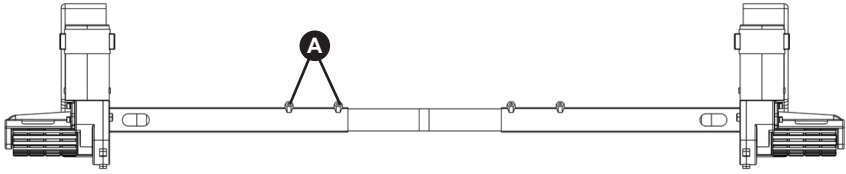
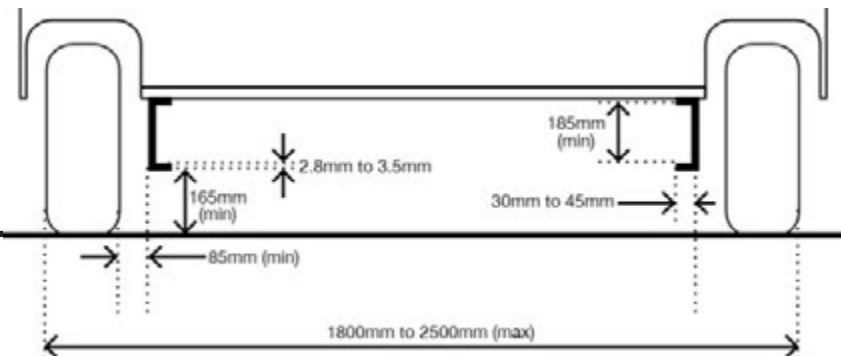
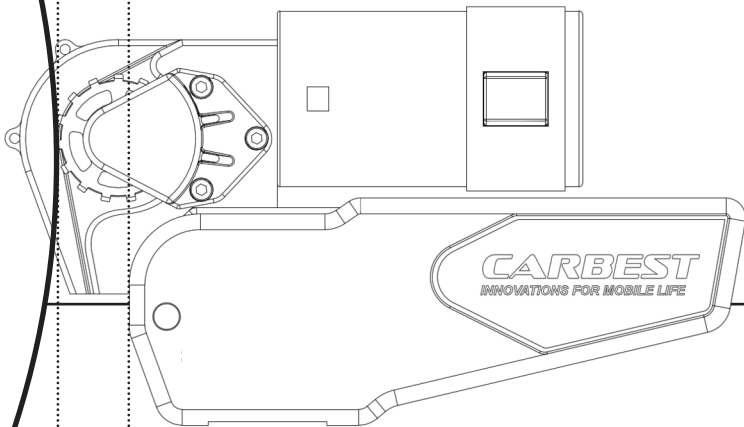

Fig.2
Fig.4
Fig.6
Pak alle komponenter ud, og kontrollér, at alle dele er til stede (se pakkeindhold i fig. A). Installationsvejledningen vil fortsat henvise til de varenumre, der er vist i fig.A. Før og under hele installationen skal det sikres, at moverne forbliver i positionen DISENGAGERET (se fig.4), da enheden ellers ikke vil passe korrekt.
Når hovedaggregatet er løst monteret på chassiset, skubbes hele aggregatet langs chassiset, indtil rullerne (fig. 2.A) er 20 mm fra overfladen af hvert dæk (se fig. 4). Der medfølger to 20 mm afstandsstykker (30) til at indstille denne afstand. Bemærk, at løfterne skal være i udkoblet position, når afstanden på 20 mm er indstillet. Når afstanden indstilles, skal det sikres, at rullerne på begge movers er centralt i linje med køretøjets dæk både horisontalt og vertikalt for at opnå den bedst mulige hjulkontakt (se fig. 6 som reference). Hvis rullernes bredde er større end dækkets bredde, skal det sikres, at rullens ende er på linje med dækkets ydervæg. Overhæng på dækkets indervæg er acceptabelt på tyndere dæk og bør ikke påvirke funktion eller vejgreb drastisk.